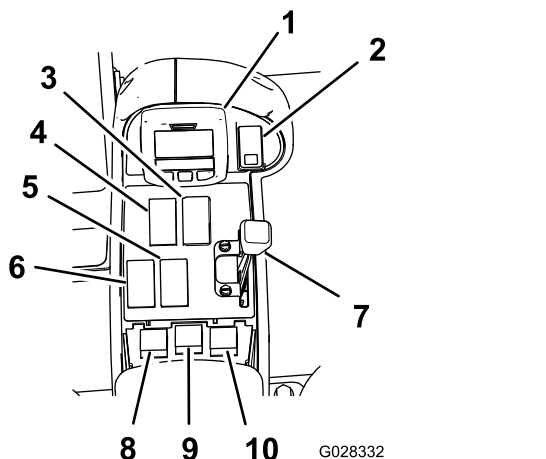
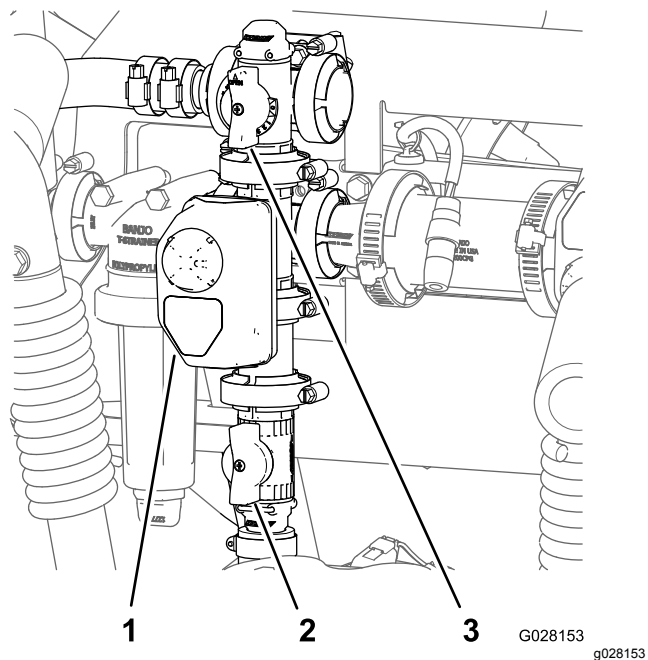

Figura 15
Figura 16
Los interruptores de elevación de los brazos están situados en el panel de control, a la derecha del asiento y se utilizan para elevar los brazos izquierdo y derecho respectivamente (Figura 15).
Los interruptores de sección están situados en el panel de control, a la derecha del asiento (Figura 15). Mueva cada interruptor hacia adelante para activar el tramo de brazo correspondiente y hacia atrás para desactivarlo. Cuando el interruptor está en la posición de Activado (ON), se encenderá el indicador del interruptor. Estos interruptores sólo afectan al sistema de fumigación cuando el interruptor maestro está en la posición de Activado.
El interruptor de la bomba está situado en el panel de control, a la derecha del asiento (Figura 15). Mueva este interruptor hacia adelante para poner en marcha la bomba, o hacia atrás para parar la bomba. Cuando el interruptor está activado, se enciende la luz del interruptor.
El interruptor de agitación está situado en el panel de control, a la derecha del asiento (Figura 15). Mueva este interruptor hacia adelante para activar la agitación en el depósito, o hacia atrás para detener la agitación. Cuando el interruptor está activado, se enciende la luz del interruptor. Para activar la agitación, es necesario encender la bomba del sistema de fumigación y poner en marcha el motor a una velocidad superior al de ralentí. La válvula de agitación está situada detrás del depósito (Figura 16).
La válvula de desvío de agitación redirige el caudal de fluido a la bomba del sistema de fumigación cuando se desactiva la agitación (Figura 16). La válvula de desvío de agitación está situada encima de la válvula
La válvula de control de agitación es una válvula de bola manual que controla el flujo a las boquillas de agitación del depósito principal (Figura 16). Esta válvula permite al usuario controlar la presión del sistema de fumigación en las boquillas de agitación del depósito principal cuando se requieren caudales de aplicación mayores.